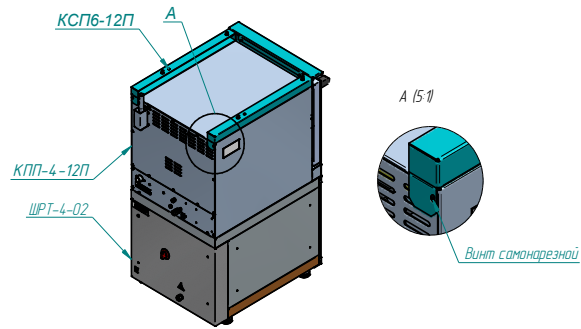

Рис.4
**Внимание:(для фиксации КСП-12П или КСП-13П выкрутить 2 верхних винта из задней стенки КПП-4-12П см. Рис.4). В дальнейшем винты закрутить обратно.**